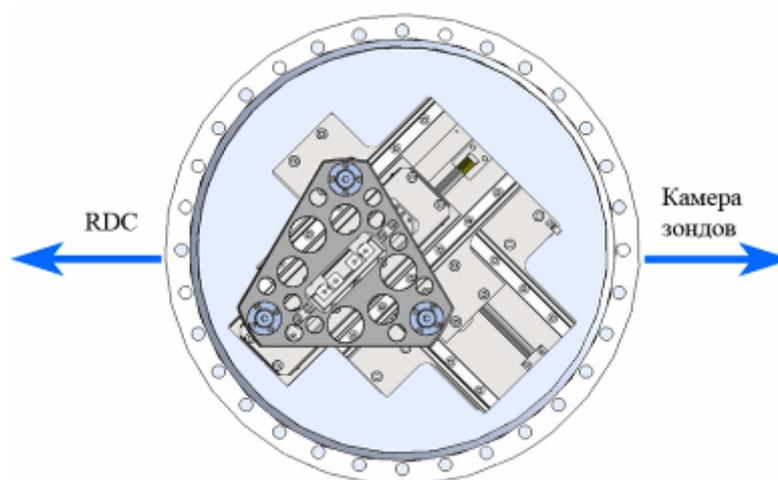

Рис. 11-4. Положение платформы позиционирования перед перегрузкой зондовой головки
3. Переместите платформу позиционирования по обеим координатам максимально близко к загрузочной камере с помощью кнопок , , ,  панели **XY control**. Положение платформы показано на Рис. 11-4.